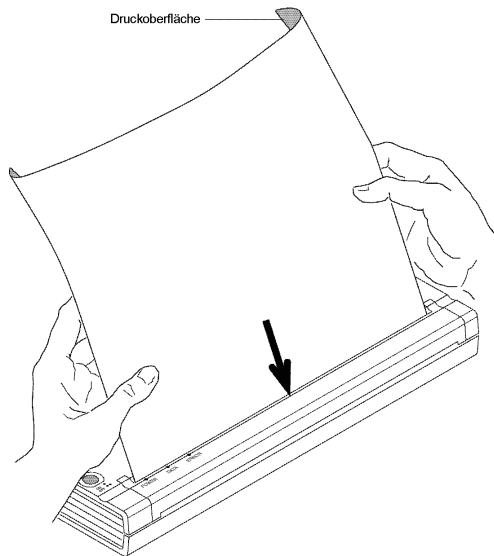

Abbildung 14. Einführen des Papiers
2. Schieben Sie das Papier vorsichtig in den Papierschacht des Druckers, bis die Walze es in die Startposition zieht, und lassen Sie es dann los. Siehe Abbildung 14.